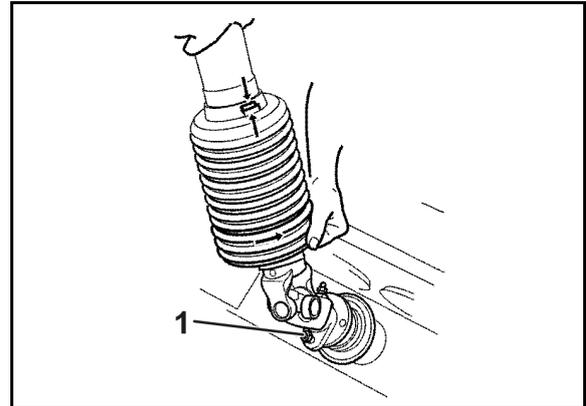

図 89
1. プロペラシャフト保護パーツを取り付け位置に配置します (図 89)。
同梱のねじ M8 x 30 A2-70 は、プロペラシャフトのユニバーサルジョイントヨークをギアボックス入力軸に固定するための、**交換用せん断ボルト** (図 89/1) です。プロペラシャフトには必ずグリースを塗布してからギアボックス入力軸に差し込みます。